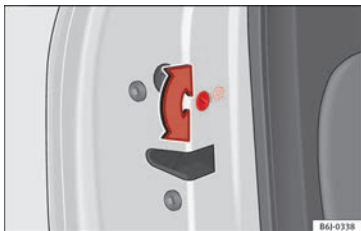

Fig. 142 Sicura per bambini della porta sinistra.
porte a sinistra »»» **fig. 142** e in senso orario per le porte a destra.
- Con la porta aperta, girare con la chiave del veicolo la feritoia in senso antiorario per le porte a destra e in senso orario per le porte a sinistra »»» **fig. 142**.